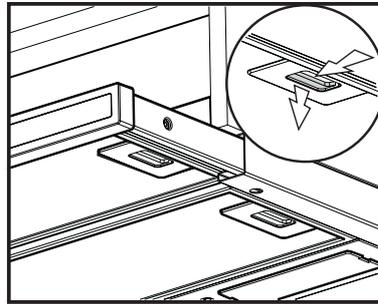

Fig. 1
1. Fixez chaque étrier **D (Fig. 1)** au panneau latéral de l'élément mural à l'aide de deux vis longues (l'étrier droit **R** du côté droit, l'étrier gauche **L** du côté gauche), alignez l'étrier par rapport au bord inférieur.
2. Retirez le(s) filtre(s) à graisses sale(s) en tirant la poignée tout d'abord vers le côté opposé de la hotte, puis vers le bas (Fig. 1.)
2. Retirez le(s) filtre(s) à graisses (Fig. 1.)
5. Réinstallez le(s) filtre(s) à graisses (Fig. 1.)